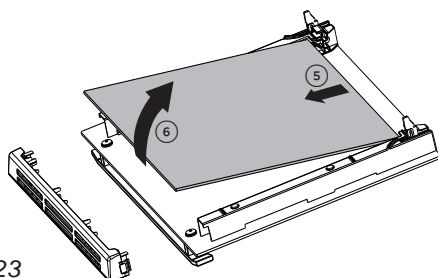

Fig. 6.23
- Sollevare ed estrarre delicatamente il vetro intermedio sganciandolo dagli incavi di aggancio inferiori (fig. 6.23).